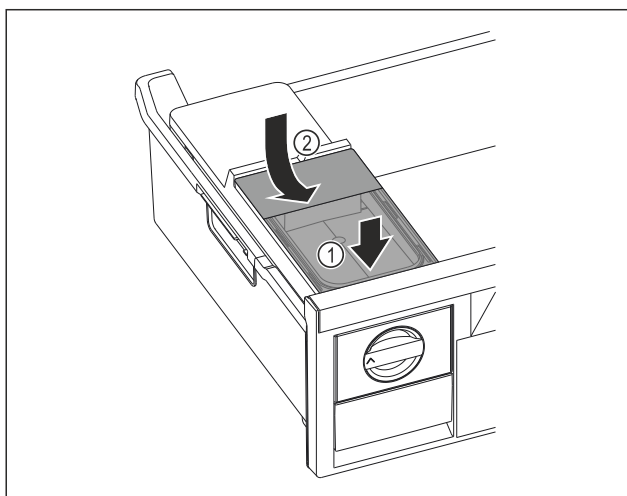

Fig. 124
- ▶ Помістити бак для води спереду. Fig. 124 (1)
- ▶ Опустити бак для води ззаду. Fig. 124 (2)